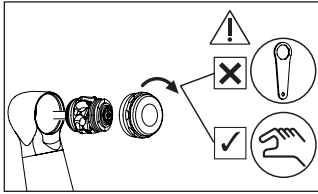

図 35
- 5 新しいカートリッジをヘッドに挿入します（図 35）。
- ヘッドキャップのねじは軽く手で締めてから最後にゆるまないようにレンチで締め付けてください（図 35）。